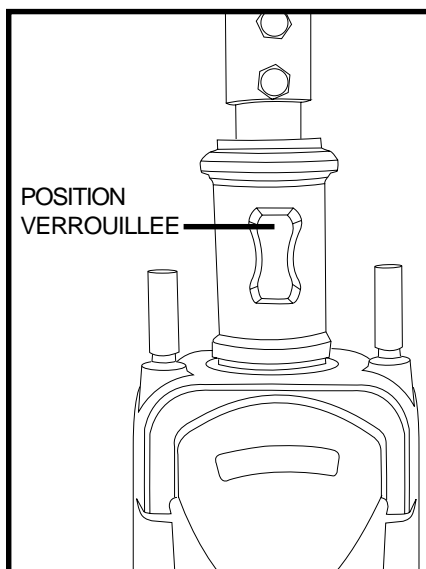

Figure 19. Guidon (verrouillé)
1. Verrouillez le guidon droit devant. Pesez sur le bouton de blocage et tournez-le 90° dans le sens des aiguilles d'une montre. Voir la figure 19. La roue avant doit être face à l'avant afin de pouvoir bloquer le guidon.